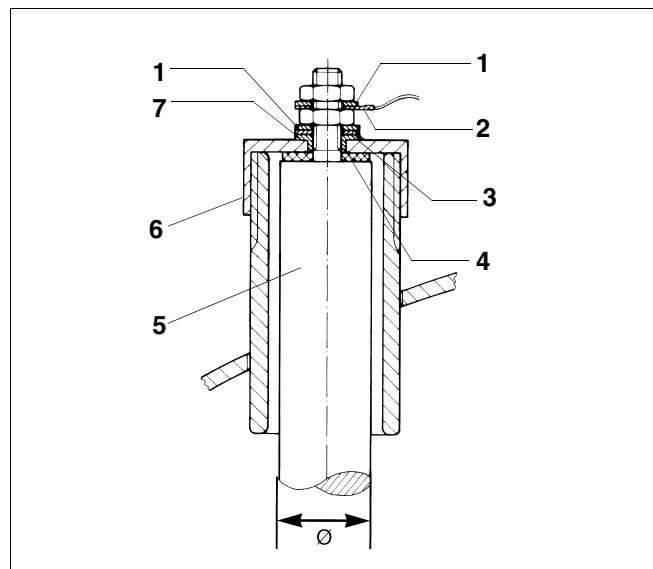

Рис. 13 Магниевый анод \*
- ▶ Проверьте магниевый анод (рис. 13, [5]).